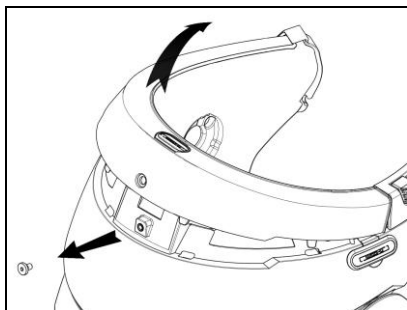

Fig. 4
- Enlevez la vis de la garniture du bord du casque à l'aide de la clé prévue à cet effet (Fig. 4).
- Enlevez complètement la garniture du bord comme cela est indiqué à la Fig. 4, en retirant ainsi également la mousse de confort.